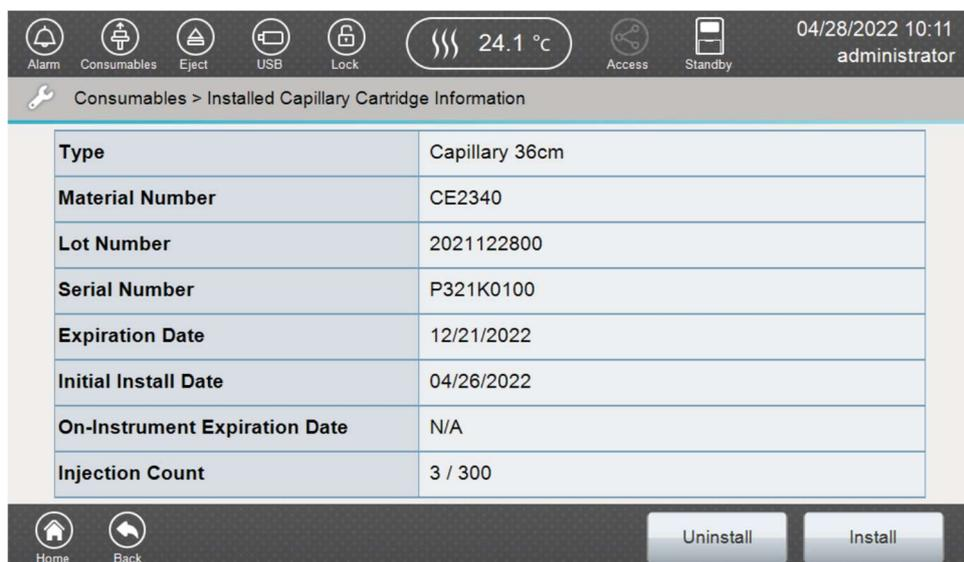

図 30 Installed Capillary Cartridge Information 画面
1. Consumables の画面（図 11）の **Capillary** を選択して、Installed Capillary Cartridge Information の画面（図 30）を開いてください。
1. Consumables 画面（図 11）の **Capillary** を選択し、Installed Capillary Cartridge Information 画面（図 30）を開いてください。